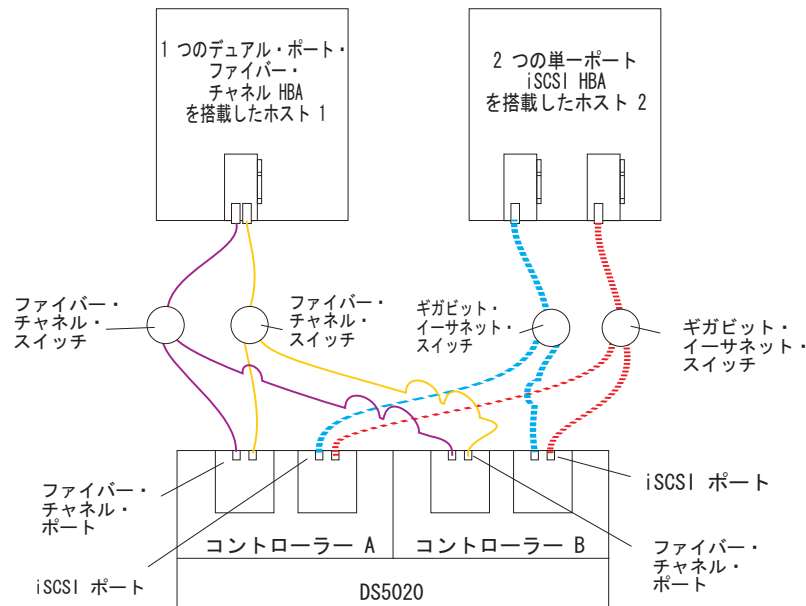

図 65. 複数ホスト、複数ポート、複数スイッチ構成の例
- 複数ホスト、複数ポート、複数スイッチ構成 (105 ページの図 65)
105 ページの図 65 に、複数ホスト、複数ポート、複数スイッチ構成の例を示します。